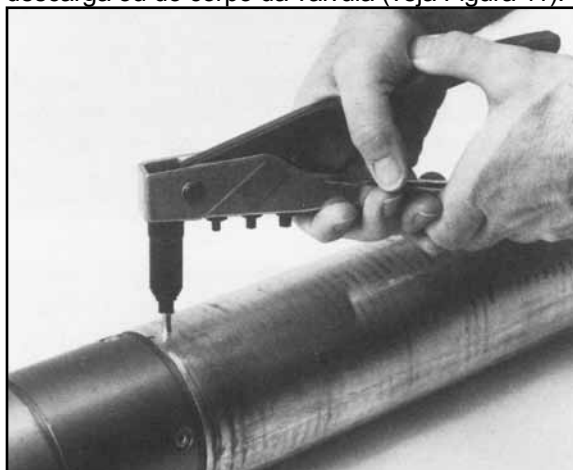

Figura 11: Instale os Rebites
10. Instale os quatro rebites POP® de 3/16" (4,76 mm) nos furos vistos no Passo 9. Use somente os rebites de alumínio POP® fornecidos. As cabeças dos rebites devem ser embutidas ou estarem abaixo da superfície exterior do tubo de descarga ou do corpo da válvula (veja Figura 11).